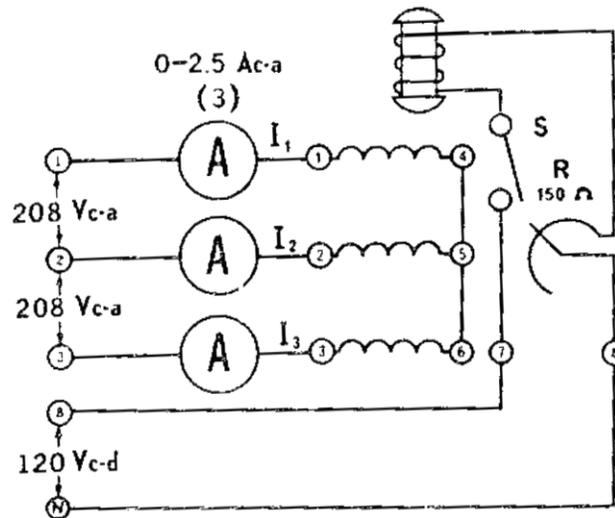

Figura 8-1
4. Conecte el circuito ilustrado en la **Figura 8-1**, con los Módulos EMS de fuente de energía, motor síncrono y medición de c-a.